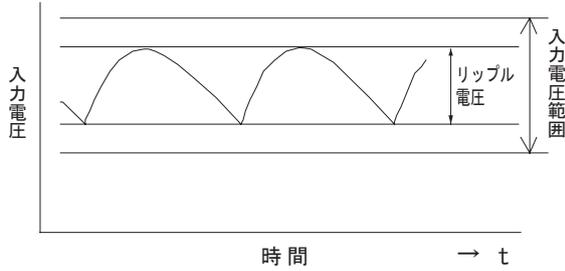

図2.1 入力電圧のリップル
■入力電圧に含まれるリップル電圧（図2.1）は、以下のようにご使用ください。この値が大きいと出力リップル電圧が大きくなります。